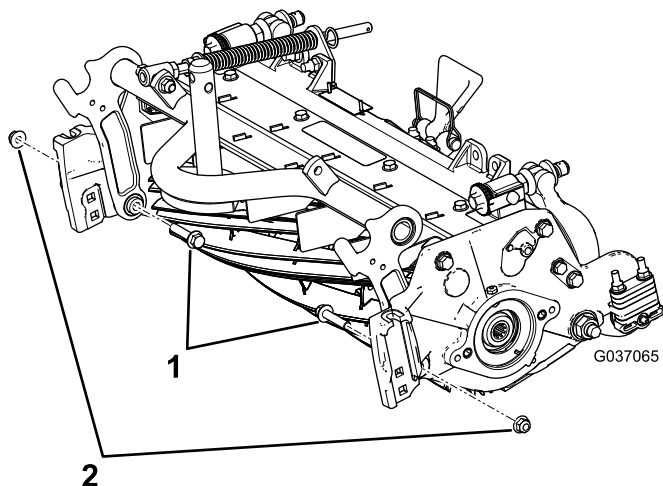

Figure 6
- B. Dévissez les 2 boulons à embase existants à l'intérieur de l'unité de coupe et fixez-les avec les contre-écrous à embase (3/8 po) (Figure 6).